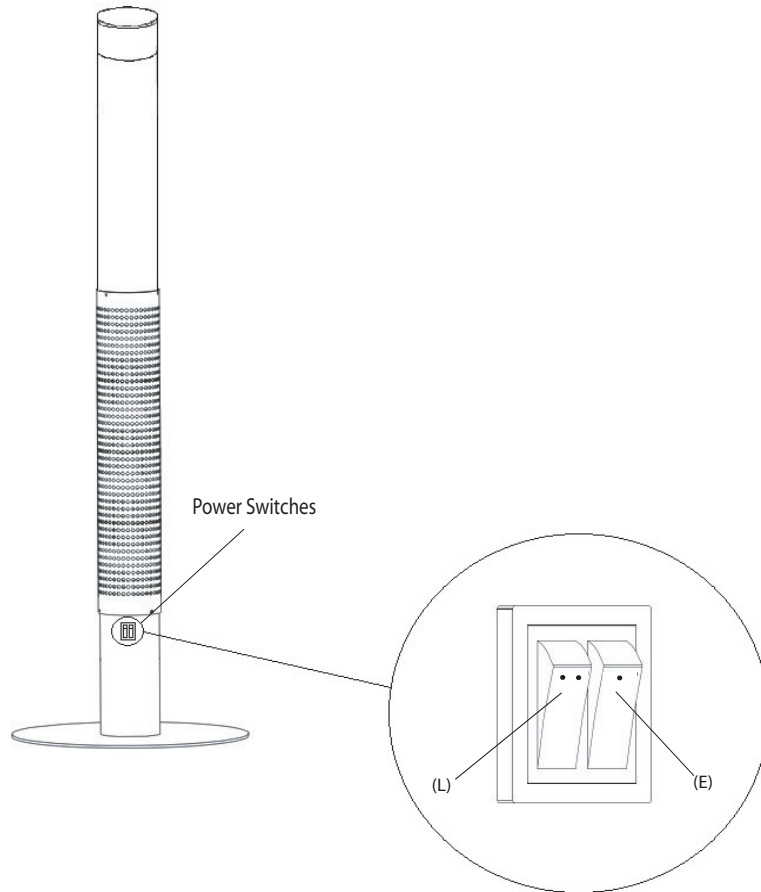

Fig 1.
This heater is a 1,500 W radiant patio heater, using a halogen heating element, with light. Site the heater outside or in a large open area, it is not intended as a room heater, and well away from any obstructions. It is shown assembled in Fig 1, where the power switches are shown located beneath the grille. One dark point may exist on the surface of the heating element during the first few minutes after it is turned on. This is normal and will not affect the performance of the unit.
Connect the power cord to a 13 amp supply that is located in a safe dry area. The switches on the heater are used to control the operation of the heater and of the light on the top of the heater. The switch marked (L) in Fig 1 controls the light. The switch marked (E) in Fig 1 controls the element. The unit must be securely grounded during operation.
Dieser 1.500 W Heizstrahler verwendet ein Halogenheizelement und besitzt eine Beleuchtung. Stellen Sie das Heizgerät außen oder in einem großen Raum und nicht in der Nähe von Gegenständen auf. Das Gerät darf nicht als Zimmerheizung verwendet werden. Abb. 1 zeigt das komplett aufgebaute Gerät. Die Netzschalter befinden sich unterhalb des Heizgitters. Während der ersten Betriebsminuten kann sich eine schwarze Fläche auf dem Heizelement bilden. Dies ist ein vollkommen normaler Vorgang und beeinträchtigt die Leistung des Geräts nicht.